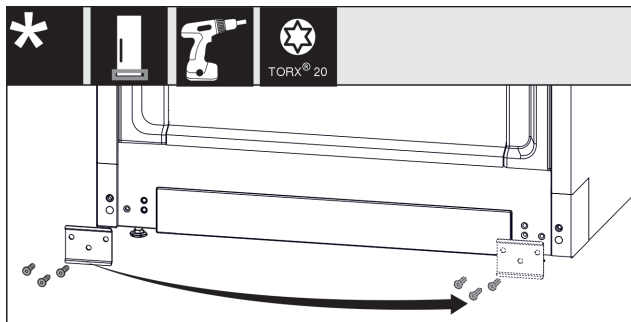

Fig. 19
- ▶ Odskrutkujte plech Fig. 19 (1), premiestnite ho na druhú stranu a znova priskrutkujte.